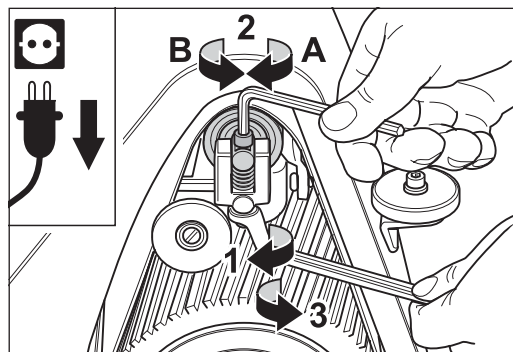

Abb. 81 Justierung des Schleifbandlaufs an der Einstellschraube des Aggregats (siehe Haupttext).
- 6** Ist eine Nachjustierung des Aggregats notwendig, muss zuerst die Kontermutter am Aggregatoberteil gelöst werden (Abb. 81, 1). Danach kann die Spannwalze mit der Schraube eingestellt werden (Abb. 81, 2).
- 7** Wird bei einer nochmaligen Kontrolle ein korrekter Schleifbandlauf festgestellt, ziehen Sie die Kontermutter wieder fest (Abb. 81, 3).